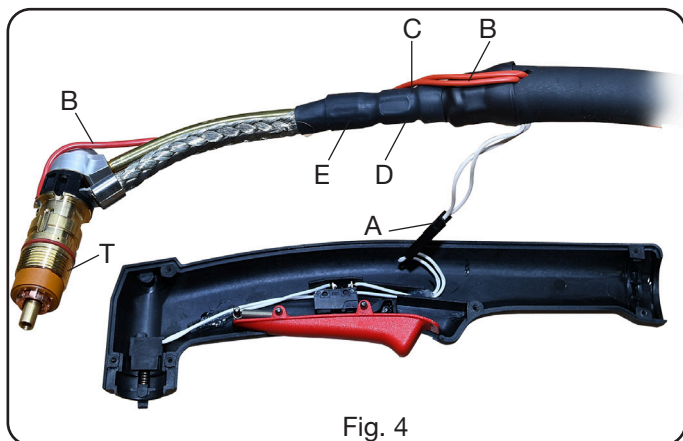
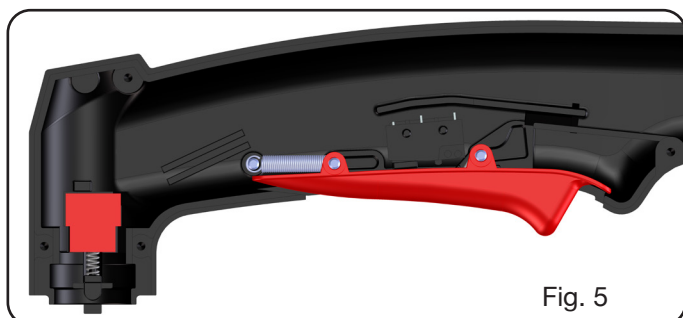

Fig. 4
Fig. 5
- Wie in Abb. 4 gezeigt den Brennerkörper **T** mit dem Kabel anheben und die Verbindungen **A** (Taster) und **B** (Pilotlichtbogen) lösen. Hierbei darauf achten, dass die Komponenten der Taster-Baugruppe (siehe Abb. 5) in ihrer ursprünglichen Position bleiben.
- Die Verbindung **B** wieder herstellen, den Brennerkörper in den Griff einsetzen und schließlich die Verbindung **A** wie in der Abbildung 4 gezeigt einsetzen und anschließen.